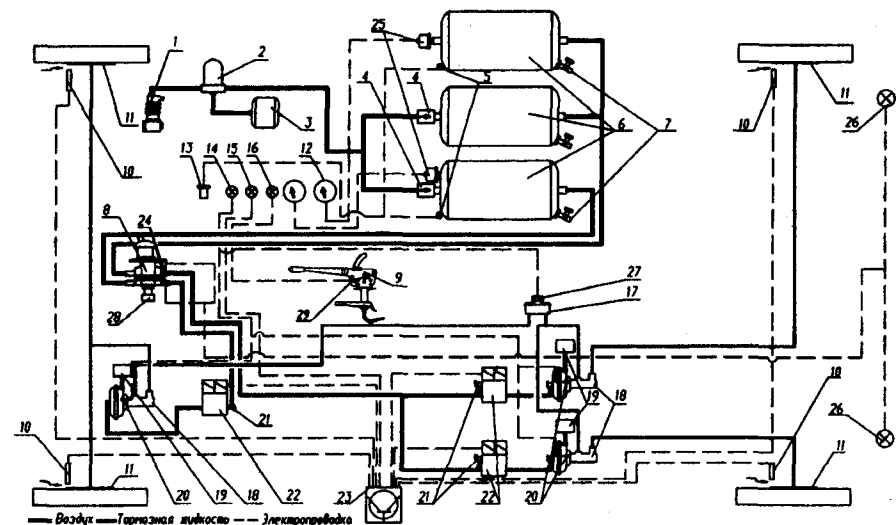

Рис. 10.7. Принципиальная схема тормозной системы автомобилей ГАЗ-3308 и ГАЗ-33081:
1. Пункты 10.2.1, 10.2.2, 10.2.3 — исключаются. Взамен вводится новый рис. 10.7 «Принципиальная схема тормозной системы автомобилей ГАЗ-3308 и ГАЗ-33081».